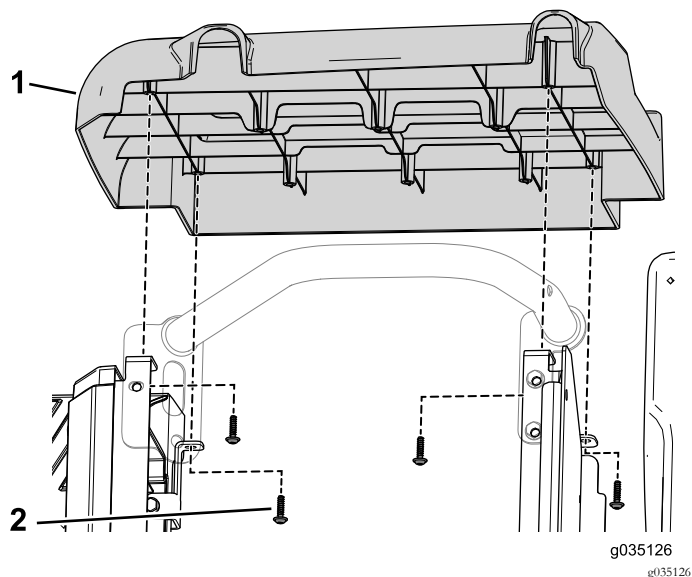

Figura 95
- Utilice los 8 tornillos autorroscantes (3/32" x 7/8") para sujetar los paneles laterales derecho e izquierdo del kit a la base del asiento delantero (Figura 95).